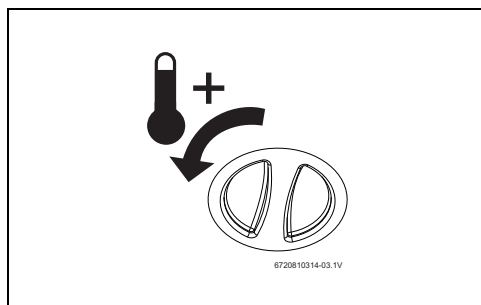

Рис. 12 Повышение температуры
- ▶ Установите ограничитель температуры на максимальное значение. Для этого поверните регулятор температуры влево до упора (→ рис. 12).